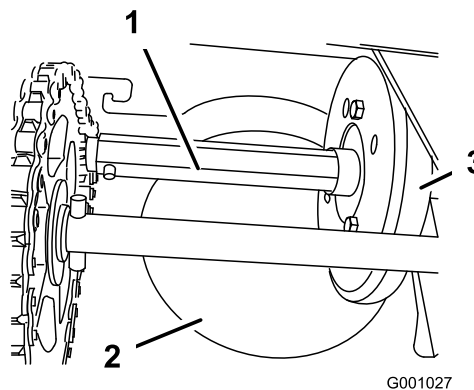

Figure 51
Graissez légèrement l'arbre hexagonal une fois par an avec de l'huile moteur de type automobile (Figure 51).
**Important:** Veillez à ne pas faire couler d'huile sur la roue en caoutchouc ou le plateau d'entraînement à friction en aluminium ou la transmission patinera (Figure 51).